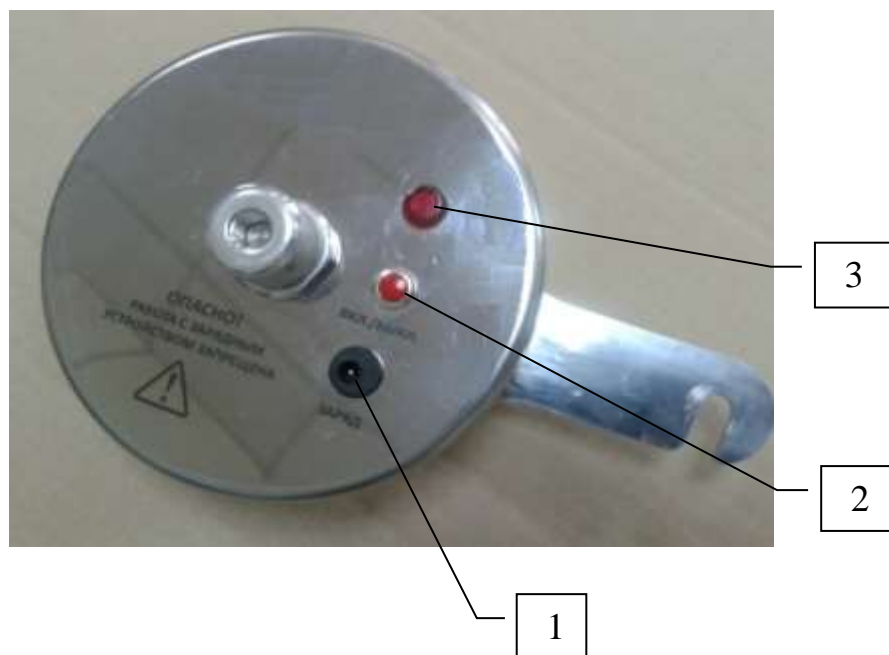

Рис.5. Измеритель тока высокопотенциальный ИТВ.
6.7. Проверить уровень заряда аккумуляторов ИТВ. Для этого достаточно включить ИТВ, нажав на кнопку «ВКЛ./ВЫКЛ.» (поз.2, рис. 5). Если при этом лампочка поз.3, рис.5 будет гореть непрерывно, то напряжение на аккумуляторах более 4,9В и этого достаточно для непрерывной работы в течение 4÷8 часов. Если лампочка мигает редко (примерно 1 раз в секунду), то напряжение на аккумуляторах в пределах 4,9В÷4,64В. Этого напряжения должно хватить на 2÷4 часа непрерывной работы. Если лампочка мигает часто (примерно 2 раза в секунду), то напряжение на аккумуляторах менее 4,64В. В этом случае прибор будет работать менее 2 часов и аккумуляторы необходимо зарядить.
6.8. Заряд аккумуляторов. Для заряда аккумуляторов необходимо снять ИТВ с блока БВН. Для этого необходимо ослабить фиксирующую клемму. Повернуть измеритель ИТВ против часовой стрелки до упора и поднять. Подключить штекер зарядного устройства к гнезду «ЗАРЯД» (п.1 рис.5) на корпусе ИТВ и включить зарядное устройство в сеть 220В. Если лампочка поз.3, рис.5 мигает, то идет процесс заряда. Если указанная лампочка горит непрерывно, то процесс заряда завершен, а ток заряда ограничен на уровне поддерживающего тока. Этот ток не может «перезарядить» аккумуляторы и безопасен для них.
7.2.2 Нажать на кнопку ИТВ «ВКЛ./ВЫКЛ.» (поз.2, рис. 5). Загорится лампочка поз.3, рис. 5.
7.3.3 Нажать на кнопку ИТВ «ВКЛ./ВЫКЛ.» (поз.2, рис. 5). Загорится лампочка поз.3, рис. 5.